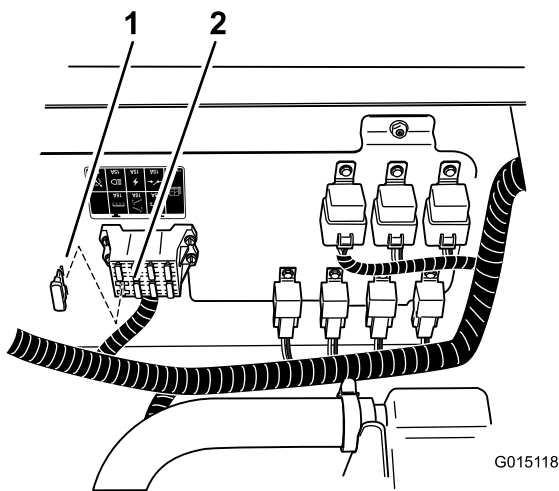

Bild 30
- Setzen Sie eine Sicherung (10 A) in den Sicherungsblock (Bild 30).